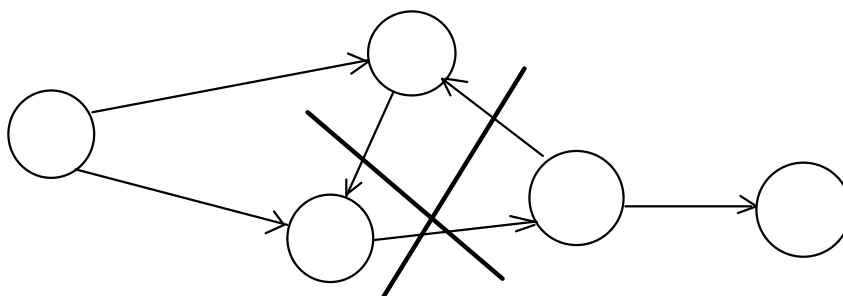

Рис. 1.2. Недопустимость циклов
- не должно быть циклов (рис. 1.2).